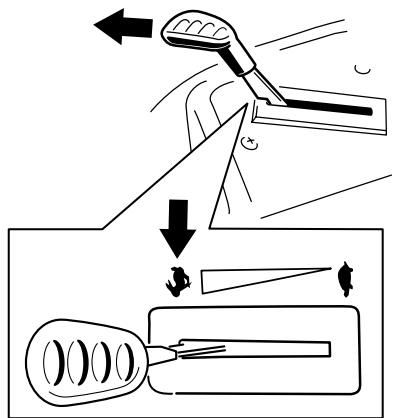

Figure 22
**Remarque:** Engagez toujours les lames en plaçant la commande d'accélérateur à la position HAUT RÉGIME (Figure 22).